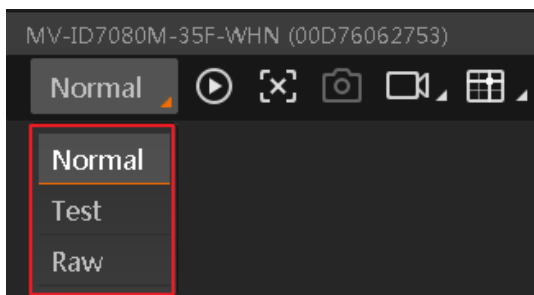

图2-7 运行模式设置
3. 通过“预览窗口”区域左上角下拉选择读码器的运行模式，运行模式分为 Test、Normal 以及 Raw 共 3 种，如图 2-7 所示，具体介绍详见 3.2 运行模式章节。